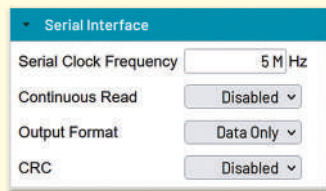

Рис. 11. Вікно задання параметрів послідовного інтерфейсу
- тактова частота послідовного інтерфейсу, тип переданих даних, режим роботи та перевірка даних щодо наявності помилок (рис. 11);